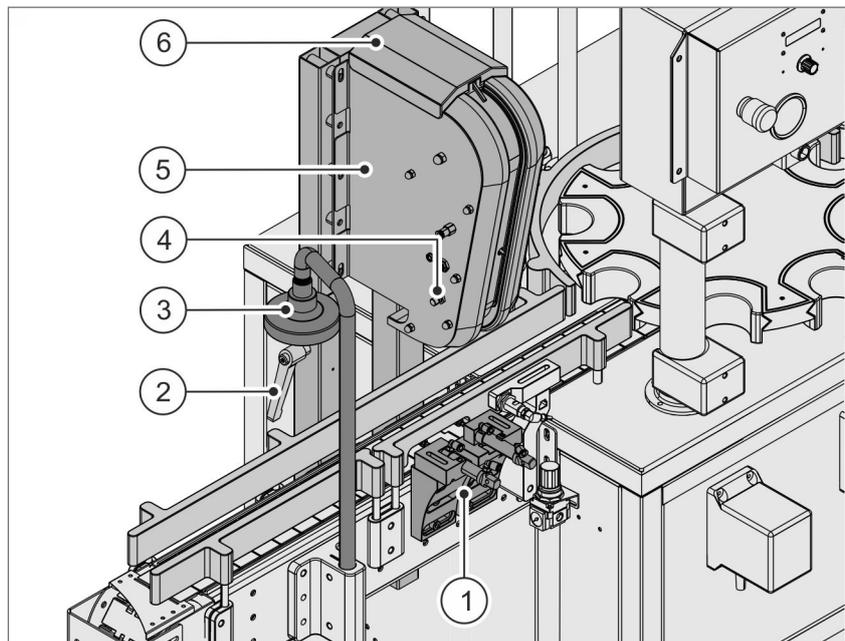

Abb. 11 Verkorker und Flaschenspüler
- ① Vereinzelung Verkorker
- ② Klemmhebel Höhenverstellung
- ③ Flaschenspüler
- ④ Drosselventil Verkorker
- ⑤ Verkorker
- ⑥ Deckel Kronkorkenbehälter
Über den Verkorker Abb. 11/⑤ werden die Glasflaschen einzeln mit passenden Kronkorken verkorkt.
Die Vereinzelung Abb. 11/① am Förderband sorgt dafür, dass immer nur eine Glasflasche mittig unter den Verkorker positioniert wird.
Über die 2 Klemmhebel Abb. 11/② erfolgt die Höhenverstellung des Verkorkers.
Das Drosselventil Abb. 11/④ stellt den Druckluftimpuls zur Beförderung der Kronkorken im Verkorker ein.
Der Flaschenspüler Abb. 11/③ spült die Flaschen nach dem Verkorken äußerlich ab.